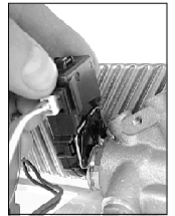

Рис. 27 – Галлов зонд
- снимите Галловый зонд, размещенный в правой части гидроблока, см.рис. 27;